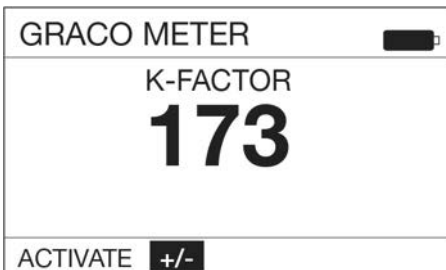

FIG. 19
- Use el botón de flecha DERECHA del teclado para resaltar la opción +/- y pulse el botón INTRO central en el teclado para seleccionar dicha opción (Fig. 19).
NOTA: Si selecciona la función VOLVER en esta pantalla, regresará a la pantalla anterior (mostrada en Fig. 19).